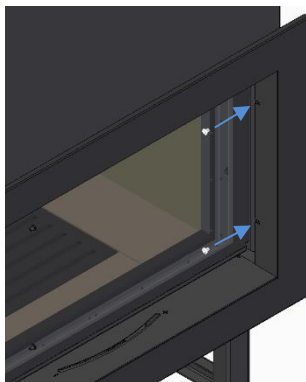

Figura 47
- c) Fije el marco en la posición correcta usando 2 tornillos en cada lado, apriete y gírelos un poco primero desde el interior del marco y luego apriételes por completo para asegurarse de que el anillo esté centrado tanto como sea posible, Figura 47.